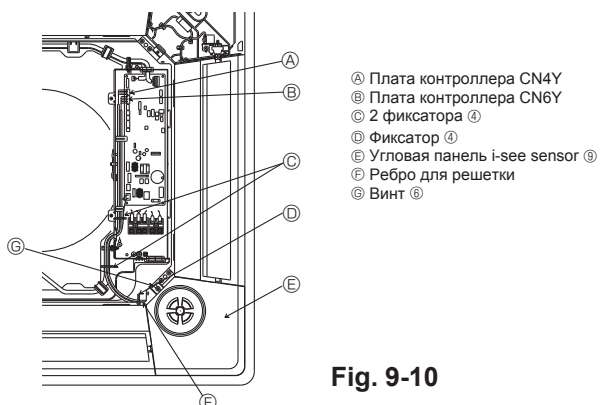

Fig. 9-10
① Трубы хладагента главного прибора
② Дренажные трубы главного прибора
③ Положение угловой панели при поставке с завода-изготовителя (с прикрепленным логотипом).
④ Положение рычагов на воздухозаборной решетке при поставке с завода-изготовителя.
⑤ Ресивер (Только на панели PLP-6BALM, PLP-6BALME)
⑥ i-see sensor (Только на панели PLP-6BAE, PLP-6BAMDE, PLP-6BALME)
9.6. Установка угловой панели i-see sensor (Fig. 9-10)